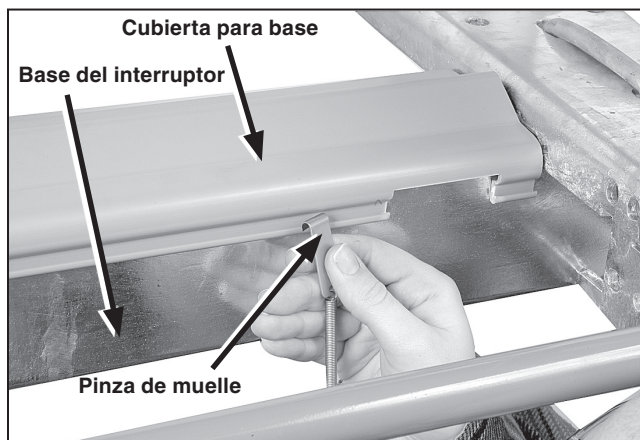
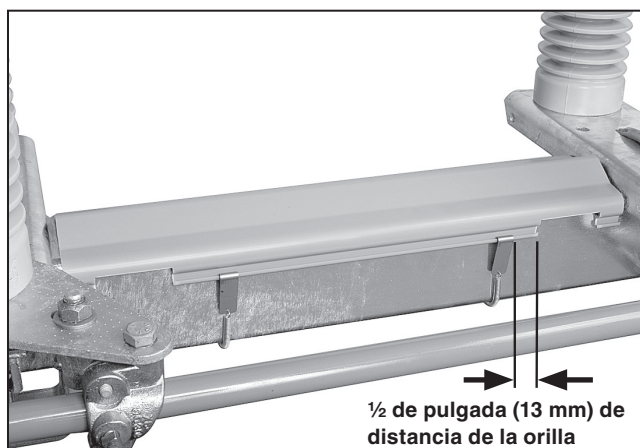

Figura 15. Enganche un extremo de la pinza de muelle en el reborde de la cubierta para base. Estírela por debajo de la base y engánchelo en el lado opuesto.
Figura 16. Asegúrese que las pinzas de muelle quedan instaladas aproximadamente a ½ de pulgada (13mm) de la orilla de la cubierta.
**PASO 16.** Enganche un extremo del ensamble de la pinza de muelle en el reborde de un lado de la cubierta para base. Ver Figura 15. Baje la pinza de muelle por debajo de la base del interruptor y estírela hasta que se pueda enganchar en el reborde del lado opuesto de la cubierta para base. Asegúrese que la pinza de muelle esté aproximadamente a una distancia de ½ pulgada (13 mm) de la orilla de la cubierta para base. Ver Figura 16. Instale las pinzas de muelles restantes en sus respectivas cubiertas para base según se indica en el plano RD que se proporciona.